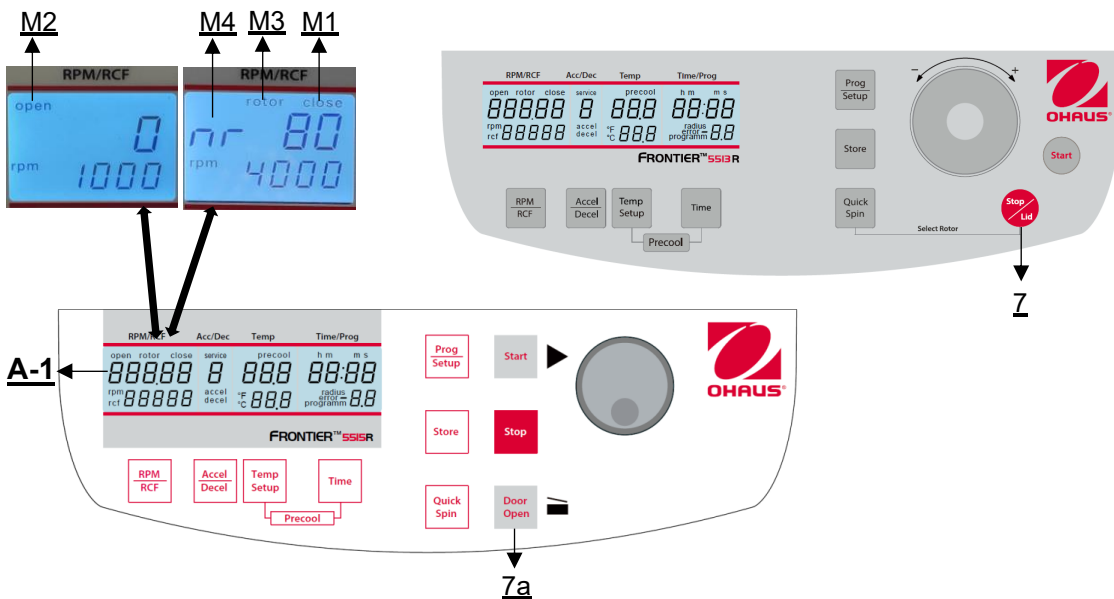

Figura 11
Después de la marcha, cuando la tapa de la centrifuga permanece cerrada, la palabra **"close"** (M1) seguirá apareciendo en la pantalla **"RPM | RCF"** (A-1). Al mismo tiempo se muestra en la pantalla (M4) el ID real del rotor, p. ej. "nr 80". En cuanto se suelta la tapa pulsando la tecla **"Puerta abierta"** (7a) o **"Parar | Tapa"** (7) o, aparece la palabra **"abierto"** (M2). Ahora puede abrir la tapa de la centrifuga. Consulte la **figura 11** a continuación como referencia.
Consulte la **figura 11** como referencia.